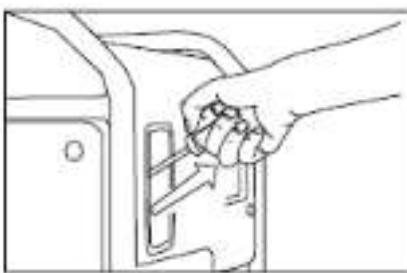

Рис. 13
3. Медленно потяните за рукоятку ручного стартера до появления ощутимого сопротивления, затем резко дерните рукоятку на себя и, не отпуская, плавно верните ее в исходное положение (рис.13). Если двигатель не запустился, повторите действие еще раз, пока двигатель не запуститься.